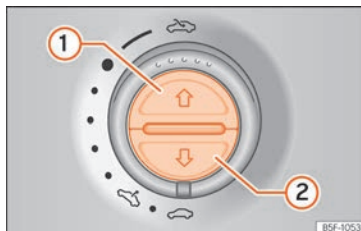

Fig. 143 En el revestimiento interior del techo: teclas para la persianilla parasol.
Abrir por completo (automáticamente):	Pulse la tecla » » » fig. 143 ① brevemente.
Detener el funcionamiento automático:	Pulse brevemente la tecla » » » fig. 143 ① o » » » fig. 143 ② .
Ajustar la posición intermedia:	Mantenga pulsada la tecla » » » fig. 143 ① o » » » fig. 143 ② hasta alcanzar la posición.
Cerrar por completo (automáticamente):	Pulse la tecla » » » fig. 143 ② brevemente.
- **Persianilla parasol:** dentro de 5 segundos, tras el disparo de la función antiaprisionamiento, pulse la tecla »» fig. 143 ② hasta que la persianilla parasol se cierre por completo.